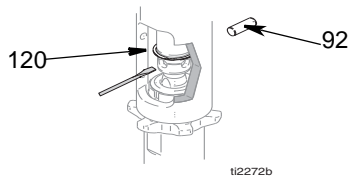
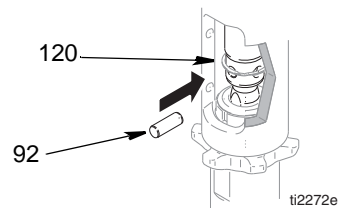

FIG. 8
FIG. 11
4. (Fig. 8) Press låseringen (120) opp. Press bolten (92) ut.
2. (Fig. 11) Trekk sakte i motorens startsnor helt til bolthullet i pumpestangen er rettet opp med hullet i den hydrauliske stangen. Fig. 8. Press bolten (92) inn i hullet. Press låseringen (120) inn i sporet.